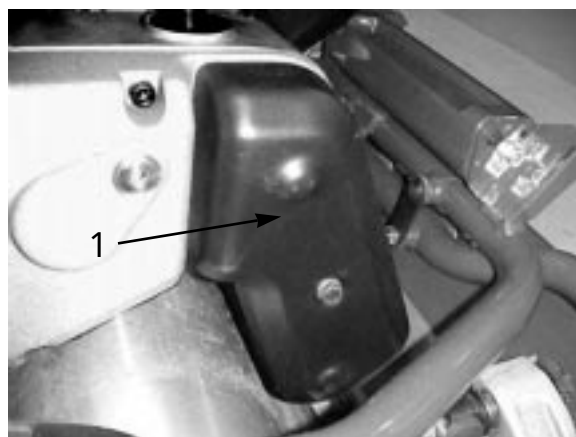

図 40
- 1 . ベルト・カバー固定ネジ (図 40) を外してベルトを露出させる。
- 2 . プーリ間の中央 (図 40) を指で押して点検する。1.5 ~ 2.5 kg 程度の力で押した時のたわみが 6 mm 程度あるのが適正。たわみがこの範囲になれば、以下の要領で調整する。